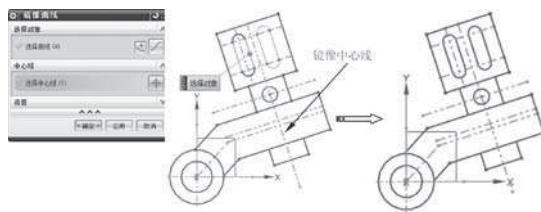

图3-70 镜像曲线
⑰ 镜像键槽。单击【镜像曲线】按钮, 打开【镜像曲线】对话框, 在绘图区选择如图 3-70 所示的参考线作为镜像中心线, 然后选择键槽的所有曲线, 单击对话框中的【确定】按钮, 关闭对话框, 生成的镜像曲线。